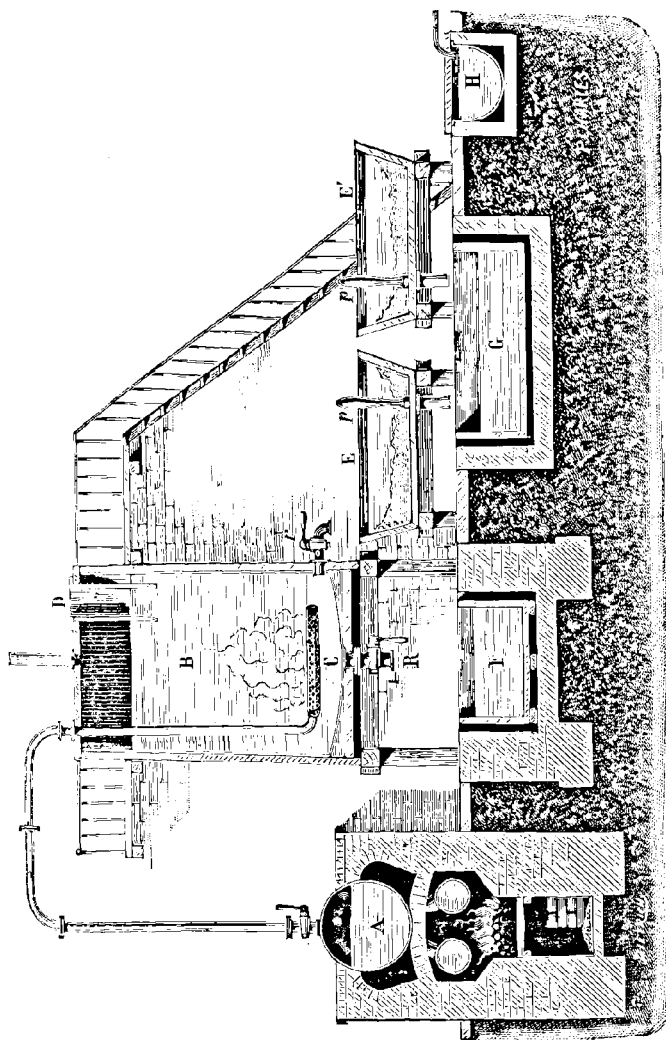

Fig. 49. Préparation du borax artificiel.
**Préparation.** — Le tinkal naturel étant insuffisant, on en prépare en faisant bouillir ensemble du carbonate de sodium, de l'eau et de l'acide borique. Quand on veut de gros cristaux, on agit sur de grandes quantités et on laisse refroidir lentement (fig. 49).